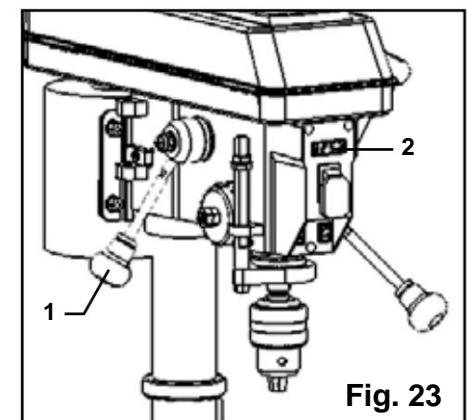

Fig. 23
MEKANISK VARIABEL HASTIGHET (FIG. 23)
Detta är en mekanisk borrhopp med variabel hastighet. För att öka eller minska hastigheten under drift, höj eller sänk hastighetshandtaget (fig. 23 -
1). Använd följande tabell för att bestämma den rekommenderade hastigheten för den borrhöjd du använder och vilken typ av material du ska borra. Under borrhning, kontrollera hastigheten på den digitala hastighetsavläsningen (fig. 23 - 2) som finns på borrhoppens framsida.